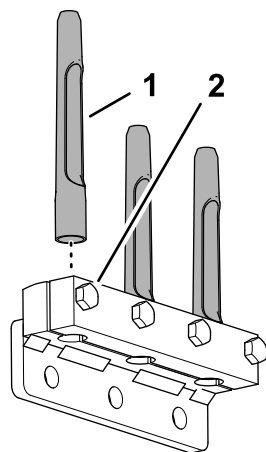

**Figura 42**
1. Montate senza serrare il portafustelle e le fustelle al braccio delle fustelle #2 (Figura 42 e Figura 43) con 3 bulloni (1/2" x 1-1/4").